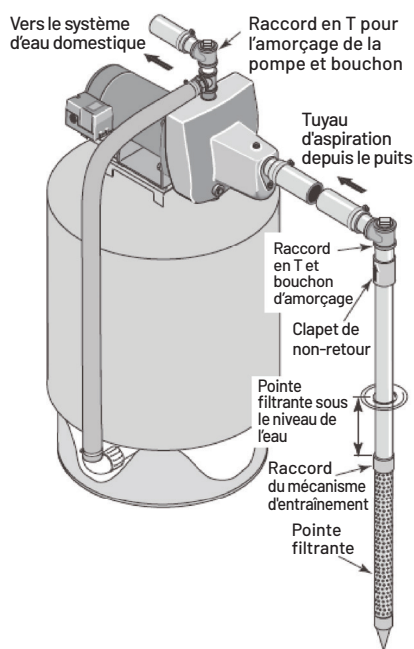

Figure 1 : Installation de la pointe filtrante
3. Utilisez le moins de raccords possible (en particulier les raccords coudés) pour raccorder le tuyau de la pointe filtrante à l'orifice d'aspiration de la pompe. Le diamètre du tuyau d'aspiration doit être au moins égal à celui de l'orifice d'aspiration de la pompe. Ajoutez un clapet de non-retour si votre pompe n'en est pas équipée (figure 1).